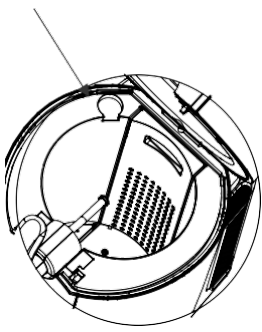

Abbildung 5
5. Fügen Sie 800 ml Wasser in den Kühlholraum hinzu oder schütten Sie Wasser bis zur MAX- Markierung.(wie auf der Abbildung 5 dargestellt)(Es funktioniert auch ohne Wasser, aber die beste Leistung kann nicht erbracht werden).